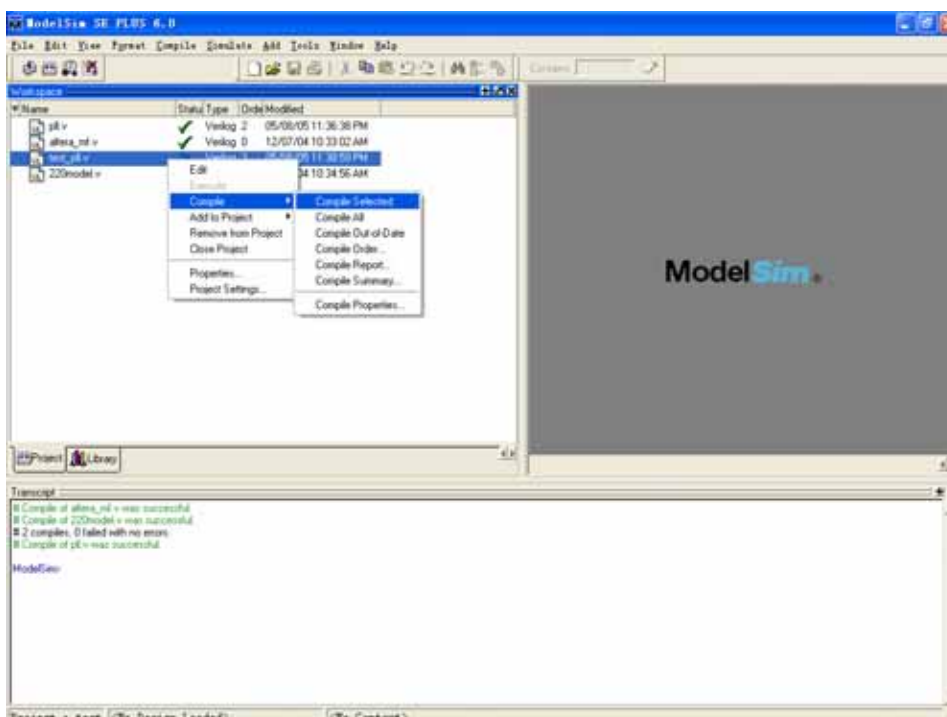

图 9 编译 PLL.V 和 Test\_Pll.V
9. 分别对 PLL.V 和 Test\_Pll.v 执行 compile→Compile selected 命令.如图 9 编译 PLL.V 和 Test\_Pll.V 所示.